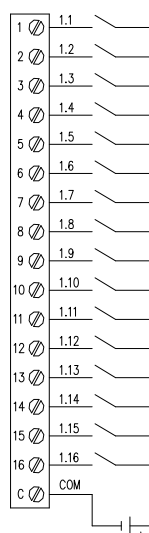

Figura 6 Collegamento ingressi digitali
Il collegamento di strumentazione da campo agli ingressi digitali deve essere effettuato ricordando che questi ingressi sono passivi. La polarità negativa del segnale da campo deve essere collegato al morsetto comune del connettore (C), mentre sul morsetto del canale deve essere portata una tensione positiva in caso di stato ON, una tensione nulla in caso di stato OFF, come mostrato in figura 6.